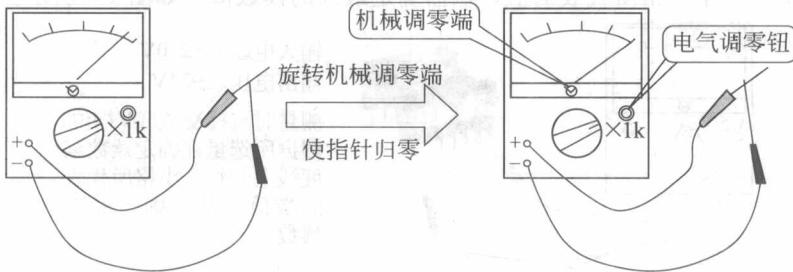

图 1-6 万用表机械零位调整
① 使用指针式万用表测量时，要将其水平放置，指针调零位，如不在零位，应使用一字螺丝刀调整表头下方“机械零位”调整处，将指针调到零位，如图 1-6 所示。